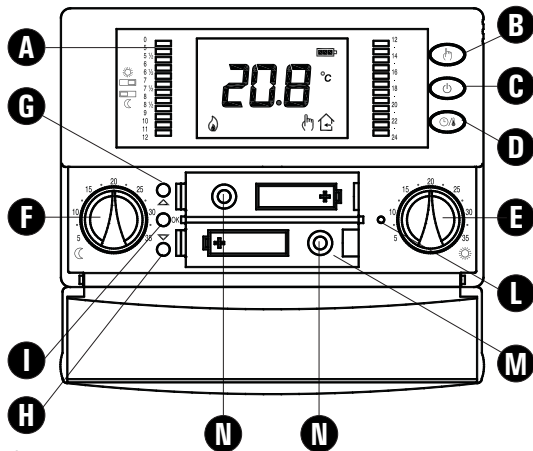

Fig. 5
- Inserire le batterie nel vano batterie (M di Fig. 5); vedi paragrafo 'INSERIMENTO/SOSTITUZIONE BATTERIE'.